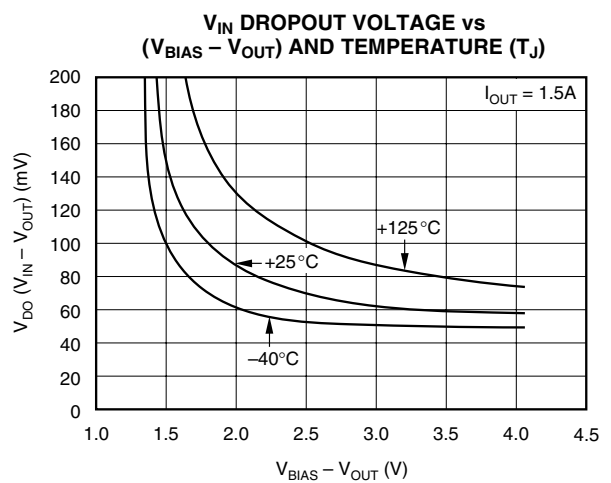

図 8
(1) 可変出力電圧製品は0.8Vでテストされています。電圧設定抵抗の公差は考慮されていません。
(2) ドロップアウトは、 V_{OUT} が公称値より3%低下した時の V_{IN} - V_{OUT} 間の電圧として定義されています。
(3) 3.25V is a test condition of this device and can be adjusted by referring to Figure 8